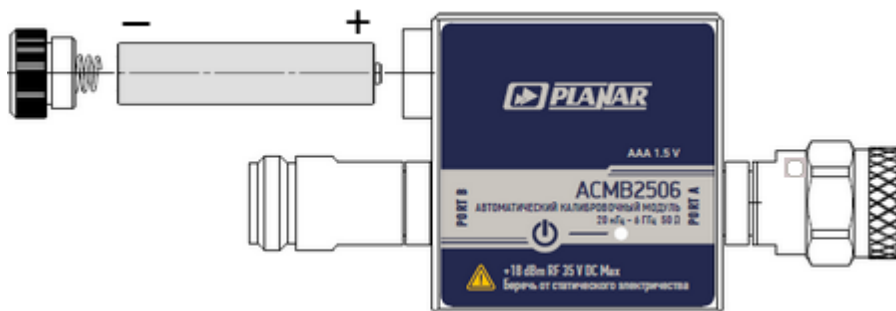

Рисунок 39 – Замена элемента питания
- вставьте новую батарейку, соблюдая правильную полярность (см. рисунок 39);